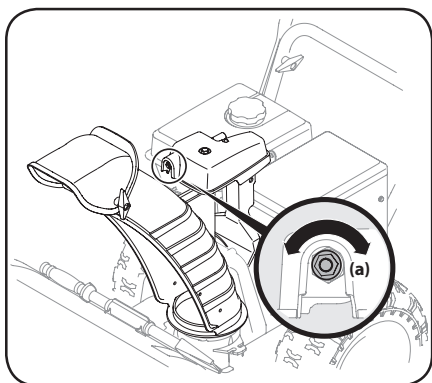

Figura 4-13
1. A fin de aumentar la precarga, ajuste la tuerca hexagonal (a) en el sentido de las agujas del reloj con intervalos de ¼ de giro. Se deberá mantener fija la varilla de control del canal mientras se ajusta la tuerca. Consulte la Figura 4-13.